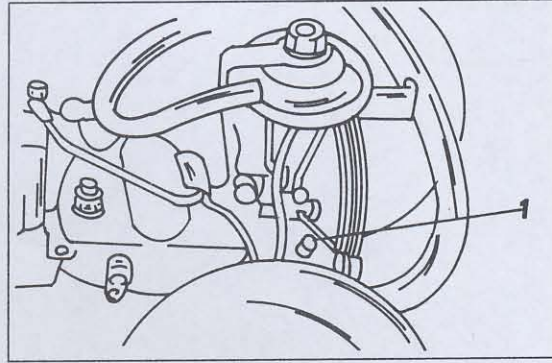

Bild 176
- Falls dies nicht der Fall ist, die Schraube (1) in Bild 176 verstellen.